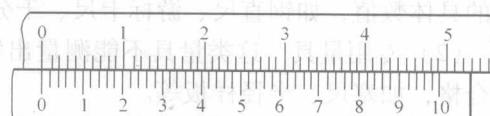

图 2-6 游标卡尺的刻线原理
(1) 刻线原理 游标读数值为 0.02mm 的游标卡尺 (图 2-6), 尺身 1 格为 1mm , 当两测量爪并拢时, 尺身上的 49mm 正好对准游标上的 50 格。则游标每 1 格的值为: $49\text{mm} \div 50 = 0.98\text{mm}$, 尺身与游标每 1 格相差的值为: $1\text{mm} - 0.98\text{mm} = 0.02\text{mm}$ 。
(2) 使用方法